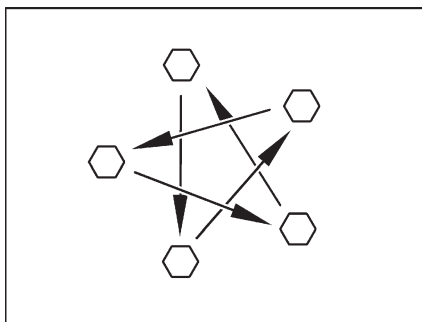

Fig. 181 Apretar las tuercas o los tornillos de las ruedas en forma de cruz
- Comprobar periódicamente que las tuercas o tornillos de las ruedas estén firmemente apretados. Reajustar en forma de cruz (Fig. 181) las tuercas o tornillos después de cambiar una rueda, al cabo de 50 km. Par de apriete, véase apartado 14.5.2.
- ▷ Apretar en forma de cruz las tuercas o los tornillos de las ruedas (Fig. 181).